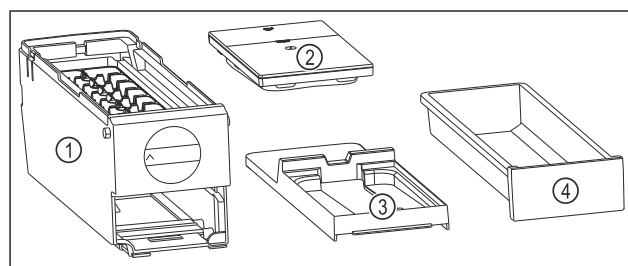

Fig. 179 Az EasyTwist-Ice alkotórészei
- ▶ Az EasyTwist-Ice egység négy darabra van szétszedve. (lásd Fig. 179)
- ▶ Az EasyTwist-Ice egységet csak az ábrázolt alkotóelemekre szedje szét. (lásd Fig. 179)
- ▶ Az EasyTwist-Ice testét Fig. 179 (1) egy egységként tisztítsa.